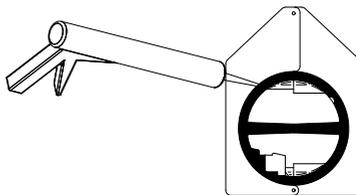

fig.15
- Sigillare con silicone sull'intera superficie della sezione frontale del condotto (fig. 15) al fine di renderlo a tenuta d'aria una volta che si installi l'unità.